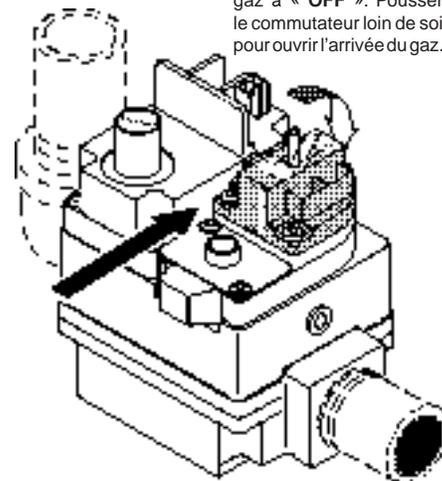

Figure 26.
- Soupape de type commutateur :** Tirer le commutateur vers soi afin de fermer l'arrivée du gaz, voir la figure 26.
- Attendre cinq (5) minutes que tout gaz se dissipe. **ARRÊTER** si une odeur de gaz est détectée. Suivre la consigne « B » dans la section « AVANT LA MISE EN ROUTE » (page 34). Passer à l'étape suivante en l'absence de gaz.
- Soupape de type commutateur :** Tirer vers soi afin de fermer l'admission du gaz, voir la figure 26.